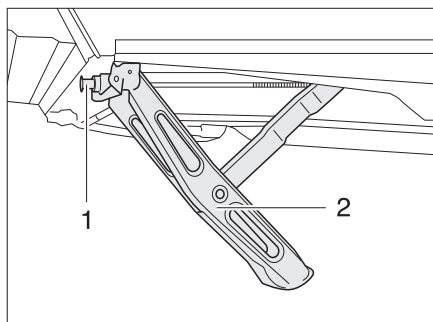

Bild 17 Vevstöd nedvevat
- Sätt den medföljande handveven mot sexkanten (Bild 17,1) på vevstödet (Bild 17,2).